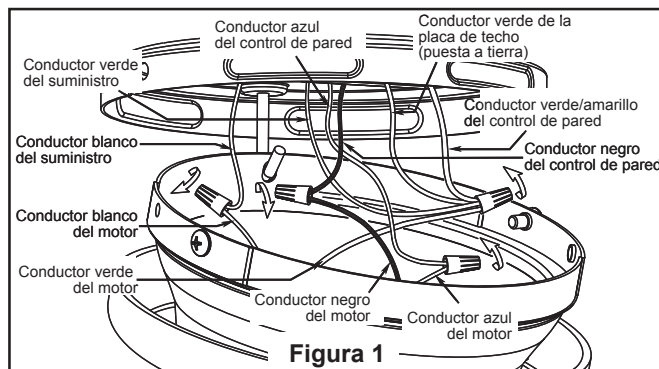

Figura 1
1. Conecte el cable verde de toma de tierra de la unidad del techo a la toma de tierra de la fuente de alimentación, del motor y del conductor de control en la pared (este puede ser un cable desnudo o con aislamiento de color verde). Conecte con seguridad los cables con un conector de cable. Conecte con seguridad el cable blanco (que viene del motor) al cable blanco de la fuente de alimentación (neutro) usando un conector de cable. Conecte con seguridad el cable negro (que viene del motor) al cable negro del control de pared usando un conector de cable. Conecte con seguridad el cable azul (que viene del motor) al cable azul del control de pared usando un conector de cable. (Figura 1)
2. Luego de empalmar los cables y realizar la conexión, sepárelos y dóblelos hacia arriba con el conductor con conexión a tierra y el unidad del techo a tierra del equipo debe ir en un lado de la caja de distribución eléctrica y el unidad del techo a tierra debe ir del otro lado. (Figura 1)